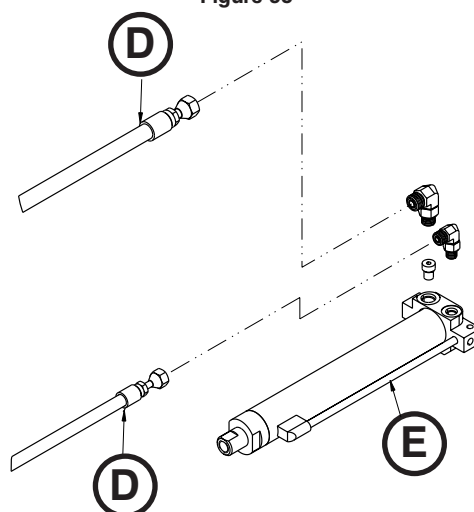

Figure 59
5. À l'aide des clés mixtes de 11/16 et de 13/16, retirer les deux tuyaux (D) du vérin hydraulique (E) (Figure 59).